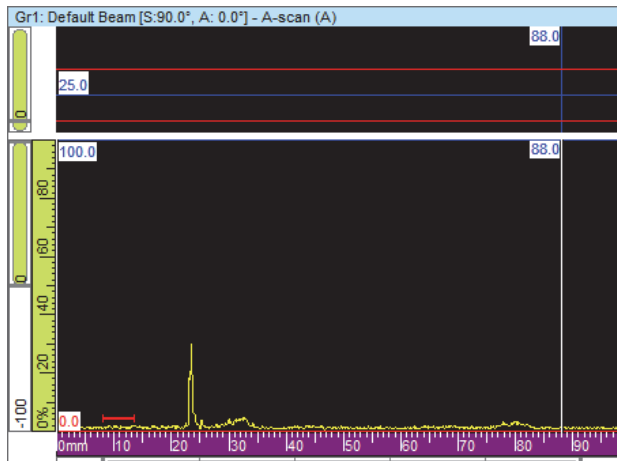

Figure 4-30 A-scan avant l'ajout du premier point TCG
5. Positionnez la sonde de façon à obtenir des échos bien définis dans le A-scan (Figure 4-30 à la page 134).